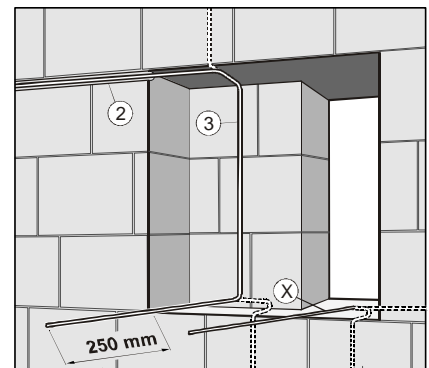

Abb. 2
Kabelkanal (2) für Anschlusskabel (3) fräsen. Kabel nach Skizze verlegen und fixieren. Kabelüberstand über Mauer ca. 250 mm. (Abb. 2)